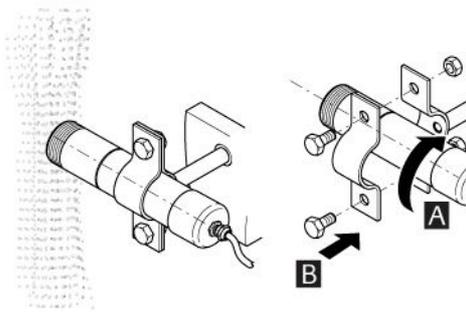

Рис. 5. Установка с хомутом фланцем
- установлен при помощи хомута (рис. 5)